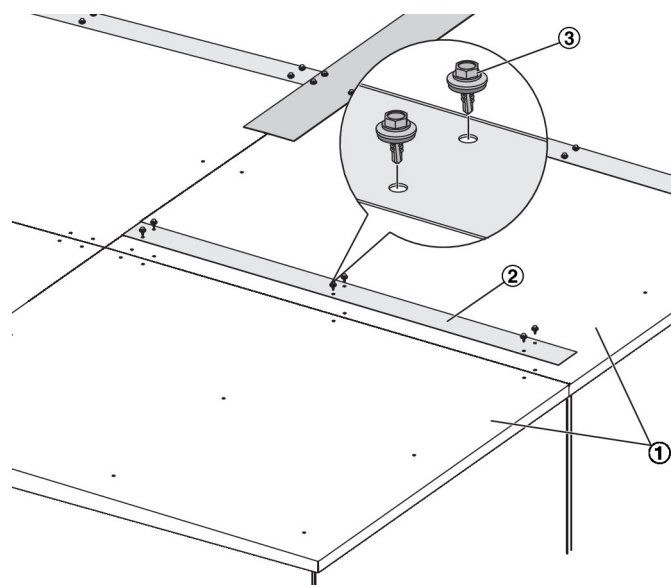

Fig. 19 : Jointure des segments de toiture
- ① Segments de toiture
- ② Bande de protection
- ③ Vis auto-perçées avec rondelles d'étanchéité
- ④
- ▶ Relier tous les joints entre les segments de toit (Fig. 19 /1) avec des rails de recouvrement (Fig. 19 /3), et fixer les rails de recouvrement avec des vis de perçage (Fig. 19 /4).